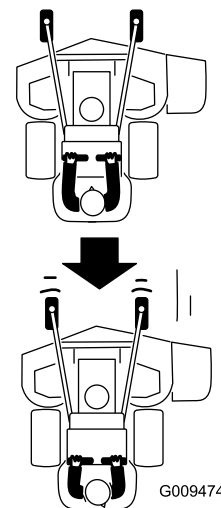

図 23
2. 走行コントロールレバーをゆっくりと後ろに引く（図 23）。